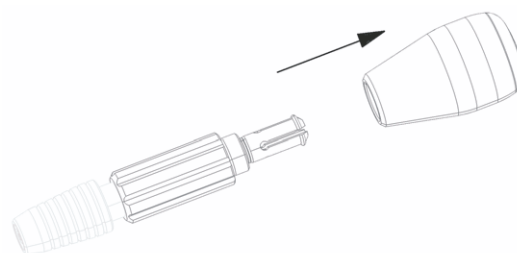

Fig. 8 Desmontaje del mango de broca
6.1 Mango de broca (1)
- Presione el mango sobre la abrazadera, en dirección contraria a la indicada por la flecha, ver Fig. 8.
6.2 terraja S⁴ Cervical (4)